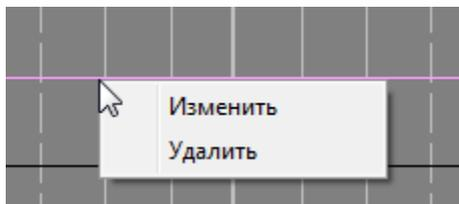

Рис.177. Всплывающее меню операций с предупреждениями
1. Для отмены предупреждения подвести указатель «мыши» к предупреждению, дождаться появления всплывающего окна с информацией о предупреждении и нажать правую клавишу «мыши». Появится всплывающее меню операций с предупреждениями. Выбрать пункт меню «Изменить» (см. рис. 177).
1. Для удаления предупреждения подвести указатель «мыши» к предупреждению, дождаться появления всплывающего окна с информацией о предупреждении и нажать правую клавишу «мыши». Появится всплывающее меню операций с предупреждениями. Выбрать пункт меню «Удалить» (см. рис. 177).
Для изменения служебной информации о предупреждении подвести указатель «мыши» к предупреждению, дождаться появления всплывающего окна с информацией о предупреждении и нажать правую клавишу «мыши». Появится всплывающее меню операций с предупреждениями. Выбрать пункт меню «Изменить» (см. рис. 177) п. 5.14.3.